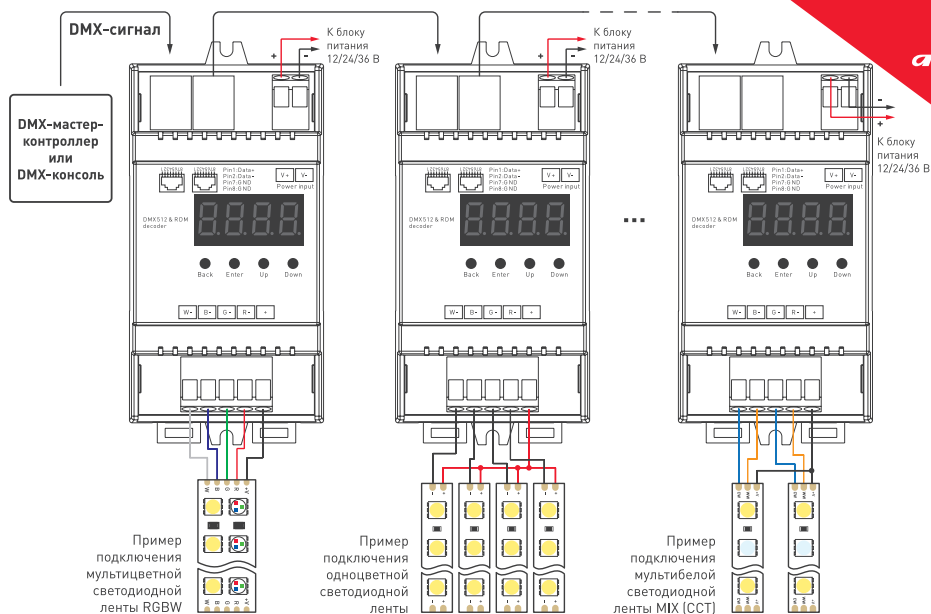

Рисунок 2. Схема подключения декодера.
- 3.3. Выполните подключение декодера в соответствии со схемой на Рис. 2 и маркировкой на корпусе декодера.